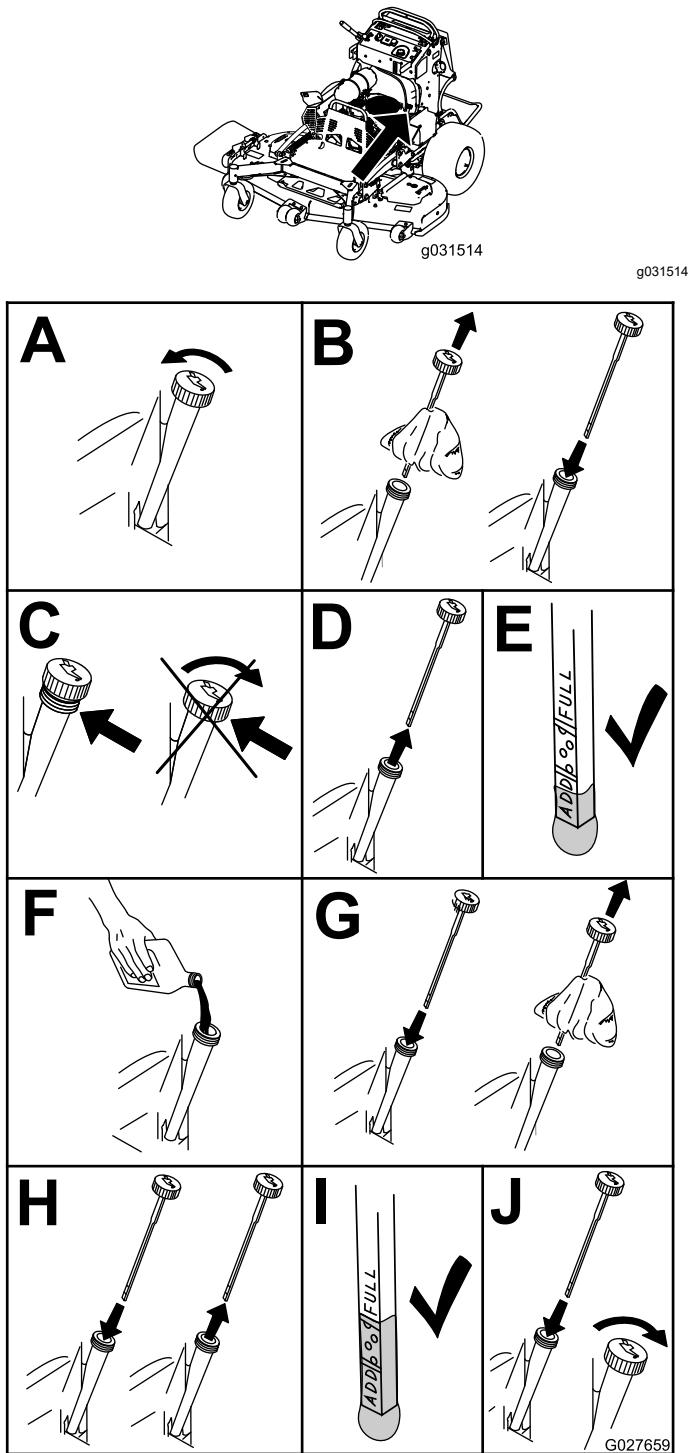

Figure 40
3. Contrôlez le niveau d'huile moteur, comme montré à la Figure 40.